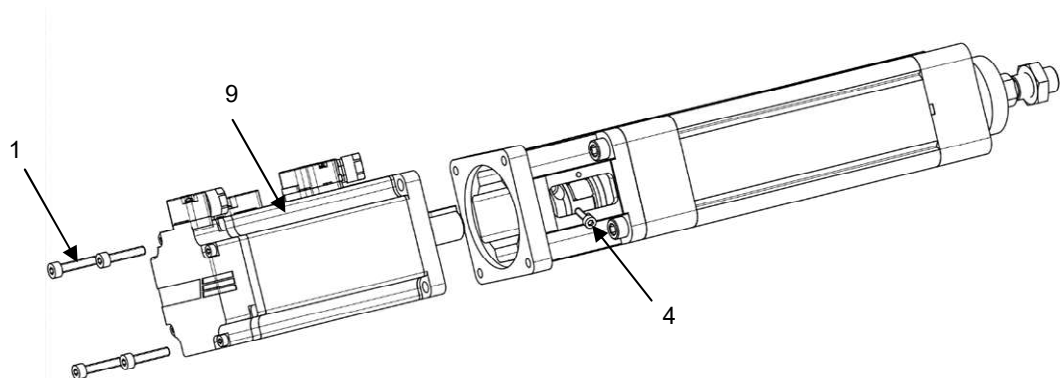

Рисунок 5 – Установка двигателя.
3) закрепить двигатель (поз. 9) с помощью прилагаемых винтов (поз. 10) (см. рисунок 5). Затянуть винт муфты (поз. 4) с моментом затяжки, указанным в п. 2.4.4.3;